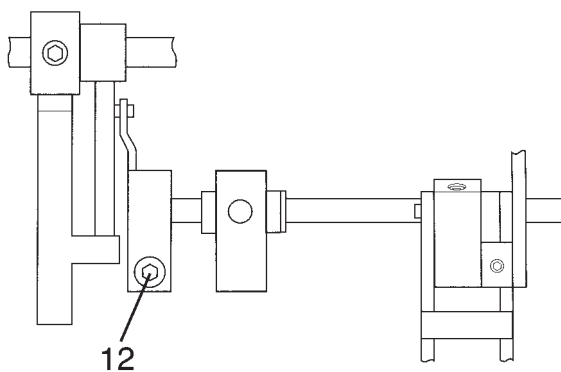

Рис. 14
- Ослабьте винт 12 (рис. 14).
- Затяните винт 12 (рис. 14).